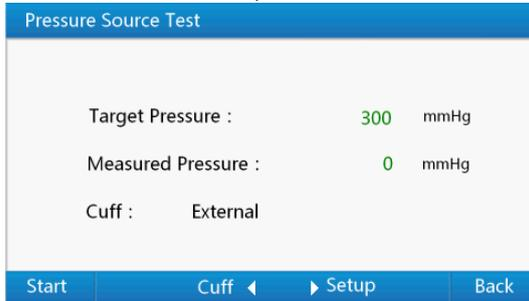

Figura 14 Interfaccia del test della fonte di pressione
- 1) Usare i tasti su o giù all'interno di **"Pressure Test Menu"** per selezionare **"Pressure Source"**, quindi premere il **"tasto di Invio"** per accedere all'**interfaccia "Pressure Source Test"** mostrata nella Figura 14. Premendo il **"tasto Indietro"** in questa interfaccia è possibile tornare a **"Pressure Test Menu"**. Per l'accesso rapido all'**interfaccia "Pressure Gauge Test"** è possibile utilizzare il tasto numerico **"3"** e quindi premere il **"tasto di Invio"** per accedere all'**interfaccia "Pressure Source Test"**.